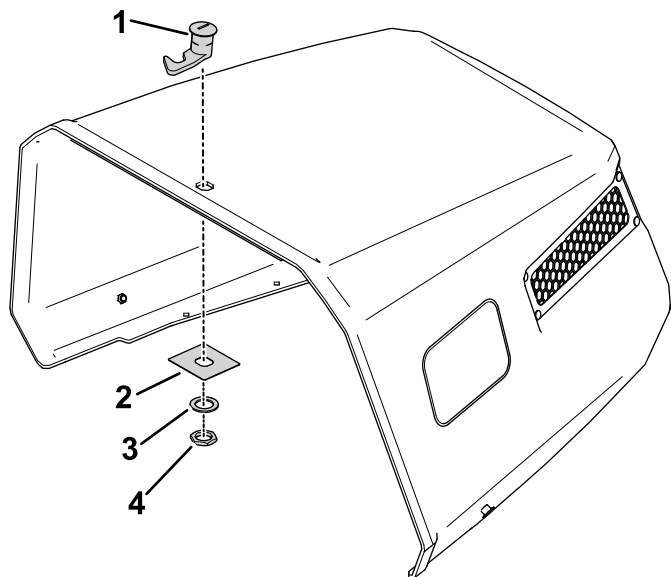

**Figura 51**
2. Utilizando o suporte do trinco como modelo, identifique e efetue 2 furos (com broca de  $\frac{3}{16}$  pol.) na zona central da tampa da bateria (Figura 51).